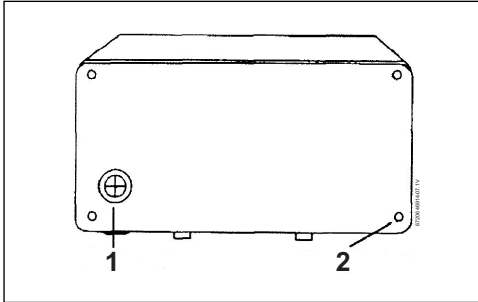

Fig. 10 Parte posterior de la unidad
- ▶ Si va por la parte posterior de la cubierta de la unidad, corte a través del ojal de la placa trasera con un cuchillo afilado. Asegúrese de no retirar la arandela de la placa posterior (Fig. 10):